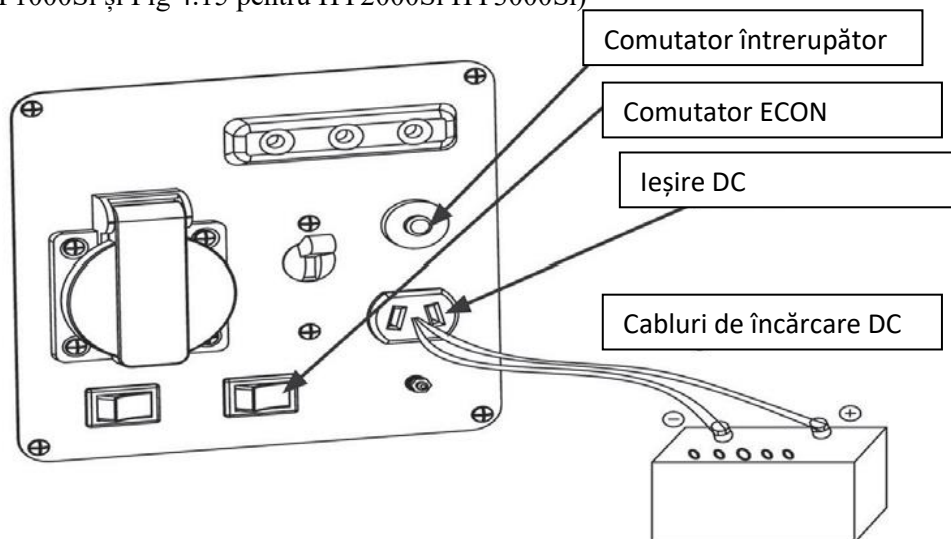
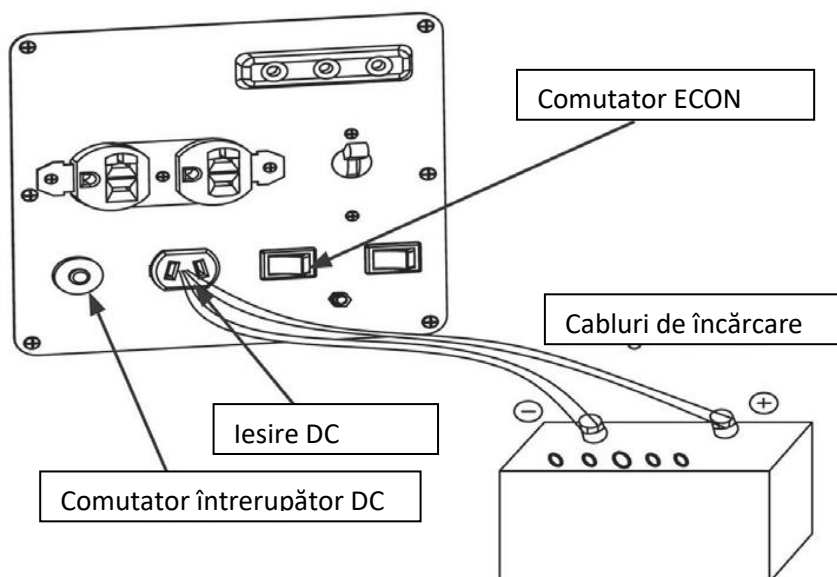

Fig. 4.14
Fig. 4.15
- Priza DC este utilizată numai pentru încărcarea unei baterii de 12V. (Consultați Fig. 4.14 pentru HY1000Si și Fig. 4.15 pentru HY2000Si HY3000Si)
- Când utilizați priza DC, rotiți comutatorul ECON în poziția OFF (închis). (Consultați Fig. 4.14 pentru HY1000Si și Fig. 4.15 pentru HY2000Si HY3000Si)